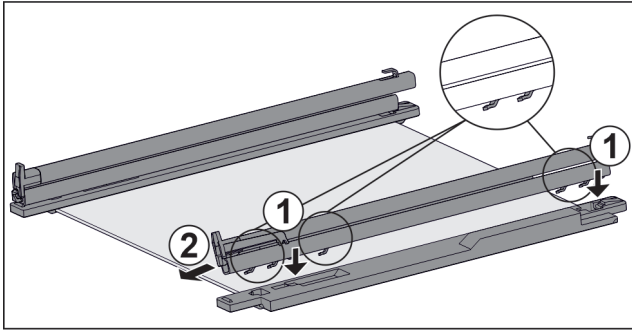

Fig. 130 Стъклена плоча с релси и задържащи части
- ▶ Поставете куките на релсата върху отворите на **лявата** задържаща част. Fig. 130 (1)
- ▶ Издърпайте релсата напред. Fig. 130 (2)
- ▶ Поставете куките на релсата върху отворите на **дясната** задържаща част. Fig. 130 (1)